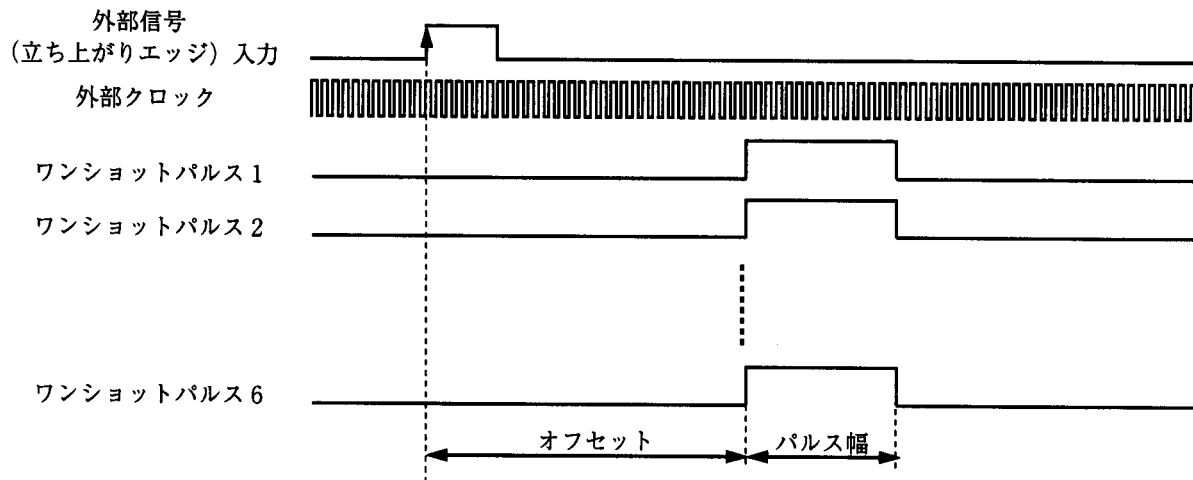

図1 ワンショットパルス出力
- (1) 図1に示すように外部信号の立ち上がりに同期してワンショットパルスを6端子から同時に出力します。